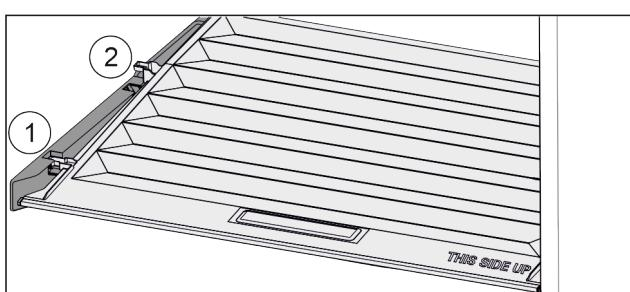

Fig. 27
- Vytáhněte víko dopředu až k otvoru v přídržných dílech Fig. 27 (1).
- Vzadu zespodu nadzvedněte a vyjměte směrem nahoru Fig. 27 (2).